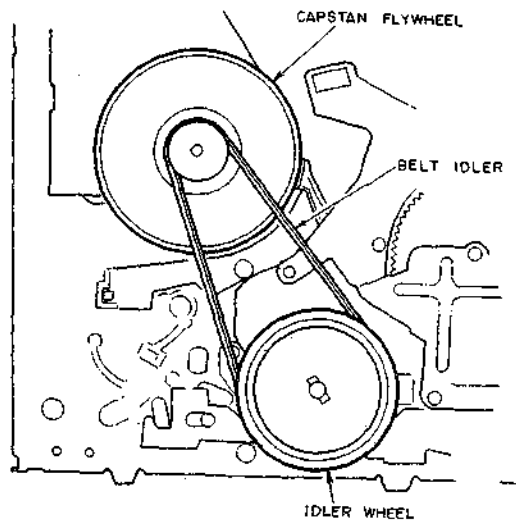

Fig. 4-15
11) Attach the BELT IDLER as shown in Fig. 4-15.
11) Fixer la COURROIE INTERMEDIAIRE (BELT IDLER) de la manière illustrée à la Fig. 4-15.